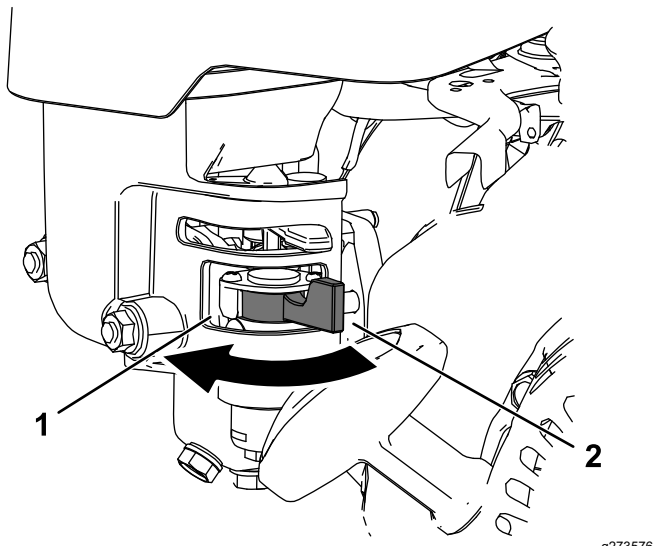

Bild 20
- Um das Kraftstoffventil zu öffnen, drehen Sie den Hebel am Kraftstoffhahn in Richtung des Rücklaufstartergriffs (**Bild 20**).
- Um das Kraftstoffventil zu schließen, drehen Sie den Hebel am Kraftstoffhahn vom Rücklaufstartergriff weg (**Bild 20**).